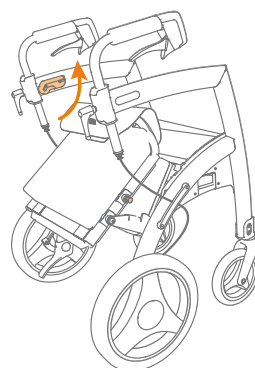
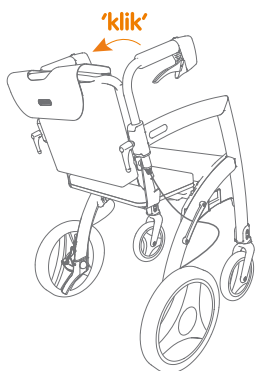

Abbildung 34: Ziehen Sie die Rückenlehne weiter hoch.
Abbildung 35: Klicken Sie die Rückenlehne in die Führungen
- c. Ziehen Sie anschließend die Rückenlehne zurück (**Abbildung 34**), bis die Verriegelungsstifte in der oberen Führung am Rahmen einrasten (**Abbildung 35**). Die oberen Verriegelungsstifte lassen sich nicht sanft in die Führungen am Rahmen schieben? Dann schieben Sie die Rückenlehne bis zur Hälfte des Rahmens wieder nach vorne und versuchen Sie es erneut.